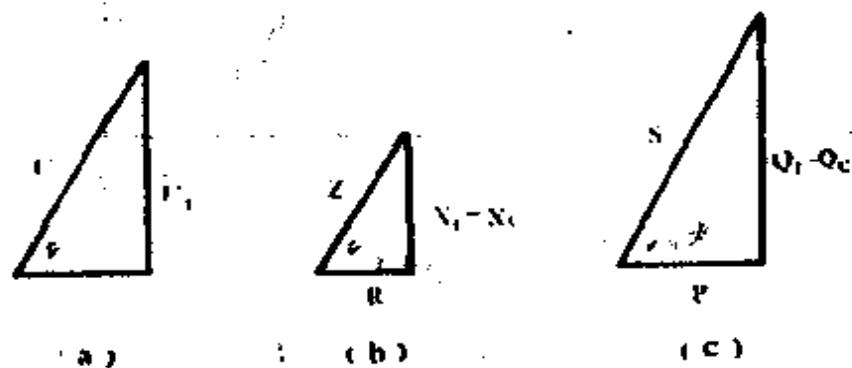

图 16
在具有电阻 (R)、电感 (L)、电容 (C) 的串联电路中，采用矢量方法构成了电压三角形，如图 16 (a) 所示。由于串联电路通过的电流是不变的，如果把电压三角形各边都除以电流值 I，就成为一个阻抗三角形，当 $X_L > X_C$ 时，如图 16 (b) 所示。其关系为：
同理，如果把电压三角形各边都乘以电流值 I，就得到了功率三角形，如图 16 (c) 所示。此图说明了有功功率与无功功率同电源能量的关系。电源能量用 S 表示，称作视在功率，单位为伏·安，关系可写作：